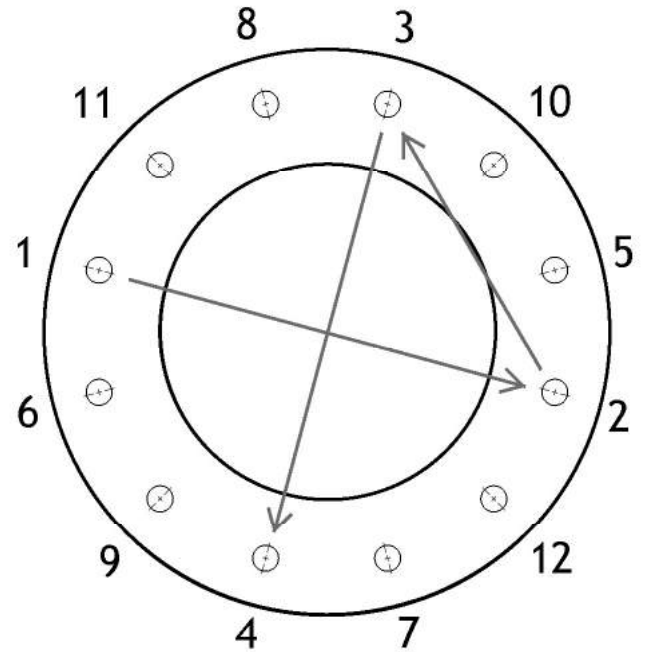

图9. 法兰螺栓紧固示例。
4. 采用交叉顺序上紧法兰连接螺栓，如Figure 9所示。建议采用的紧固扭矩参见Table 6。